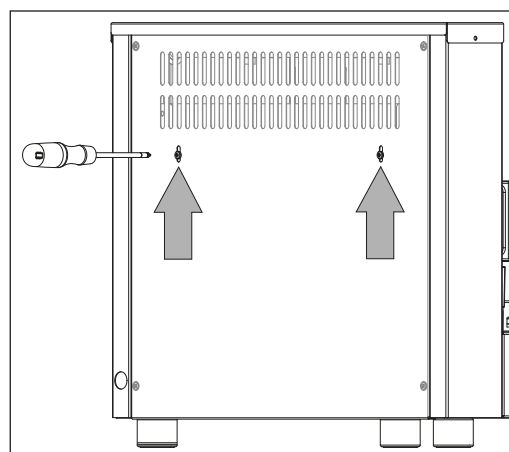

Fig. 1
- Prima di installare l'apparecchiatura rimuovere le due viti di fissaggio poste sul retro della stessa (fig 1).